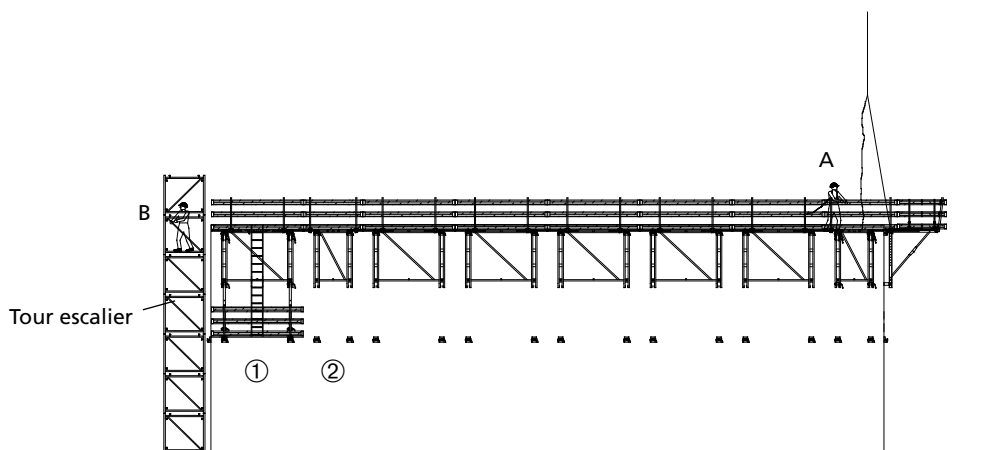

Fig. 32.1
11. Répéter les étapes 8 à 10 jusqu'à ce que toutes les plates-formes soient positionnées sur le prochain niveau (fig. 32.1).
12. Après avoir accroché les élingues de la dernière plate-forme KAB à la grue et avoir déverrouillé les sabots, la personne B quitte le plateau supérieur en empruntant la tour escalier (l'ouverture / l'appareil de levage) (fig. 32.1).
13. La personne A verrouille la dernière plate-forme dès que cette dernière est accrochée, puis détache les élingues (fig. 32.1) avant de quitter à son tour le plateau supérieur en empruntant la tour escalier (l'ouverture / l'appareil de levage).